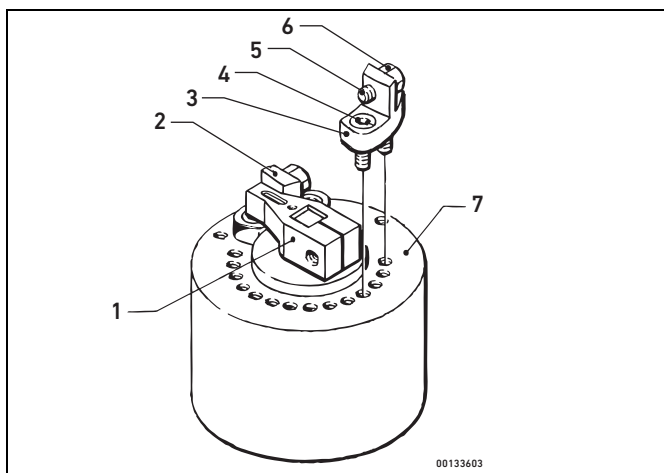

Fig. 5: Montering av justerbart stopp
Vriddon storlek 2 till 5 har justerbart stopp som består av en arm monterad på axeln på vriddonets bakre ände samt två stopp som justeras med skruvar. Arm (1) och referensstopp (2) är monterade vid leverans och vinkeljusteringsstopp (3) monteras vid installation. Se Fig. 5.
1. Montera vinkeljusteringsstoppet (3) i önskat läge i intervall om 15° , med medföljande fästskruvar (4).
2. Montera finjusteringssskruven (5) och tillhörande låsmutter (6) i vinkeljusteringsstoppet.